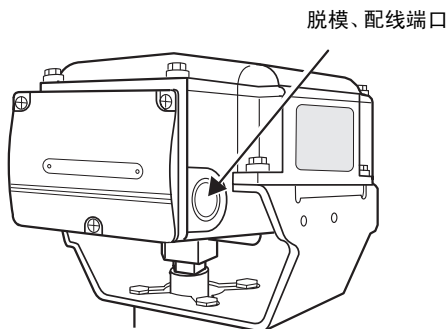

图 9 配线端口用脱模孔
- 2) 为了将电线引入执行器, 请开一个脱模孔作为配线端口使用。在执行器端子板的两侧有两个脱模孔：每一侧各有一个  $\phi 22\text{mm}$  的脱模孔。根据导管安装方向选择一个脱模孔, 使用螺丝刀轻轻将其打通。（参见图 9）